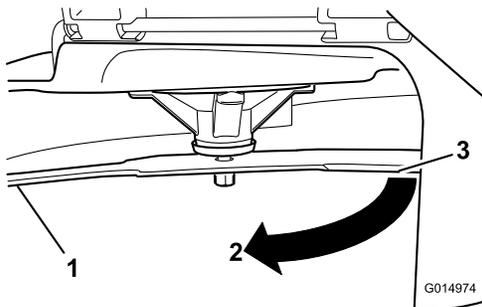

Figura 59
3. Segunda distancia medida entre cuchilla y superficie (B)
4. Gire la misma cuchilla 180 grados de manera que el otro extremo esté en la misma posición (**Figura 59**).